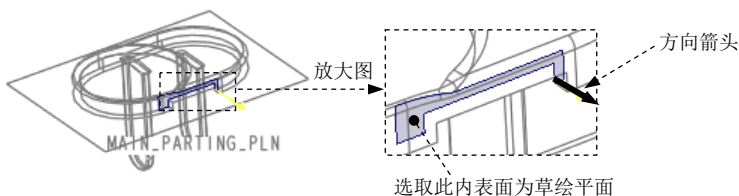

图 13.9 定义草绘平面
(1) 单击 **分型面** 功能选项卡 **形状** 区域中的 **拉伸** 按钮 ，此时系统弹出“拉伸”选项卡。
(2) 定义草绘截面放置属性。右击，从系统弹出的菜单中选择 **定义内部草绘...** 命令；在系统 **选择一个平面或曲面以定义草绘平面** 的提示下，采用“列表选取”的方法，选取图 13.9 所示的内表面为草绘平面，接受图 13.9 中默认的箭头方向为草绘视图方向，然后选取图 13.9 所示的 **MAIN_PARTING_PLN** 基准平面为参考平面，方向为 **上**。单击 **草绘** 按钮，至此系统进入截面草绘环境。